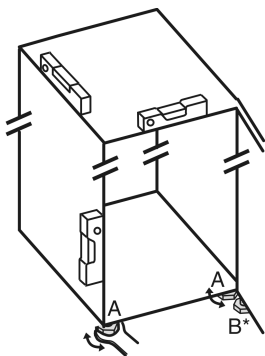

Fig. 27
- Zhvendosni këmbëzat me rregullim Fig. 27 (A) me çelës fiso dhe me ndihmën e një niveli me ujë, derisa pajisja të jetë niveluar mirë.
- Zhvendosni këmbëzat me rregullim Fig. 27 (B) në bazamentin mbështetës me çelësat fiso të përfshirë në paketim, derisa të jetë mbështetur mbi dyshe-me.
- Rrotullojeni këmbën me rregullim Fig. 27 (B) sërish maksimumi 90°, për të parandaluar dëmtimin e derës.